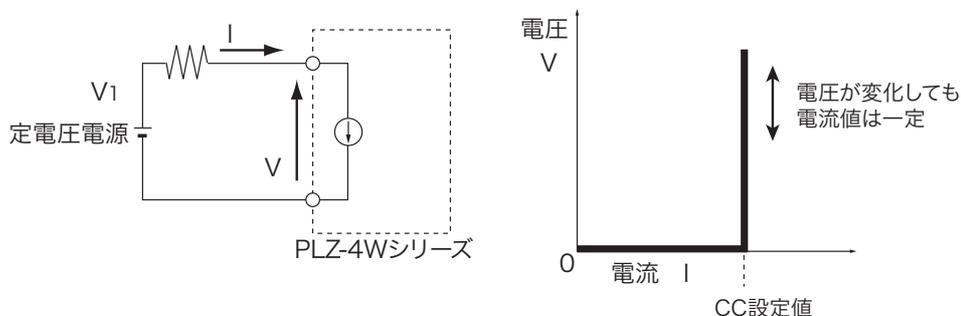

図 A-2 定電流負荷の等価回路と動作
本機を定電流モード (CC) で使用すると、図 A-2 のように本機は定電流負荷として動作します。定電圧源の出力電圧 (V_1) とは無関係に、設定した電流 (I) を流し続ける動作になります。